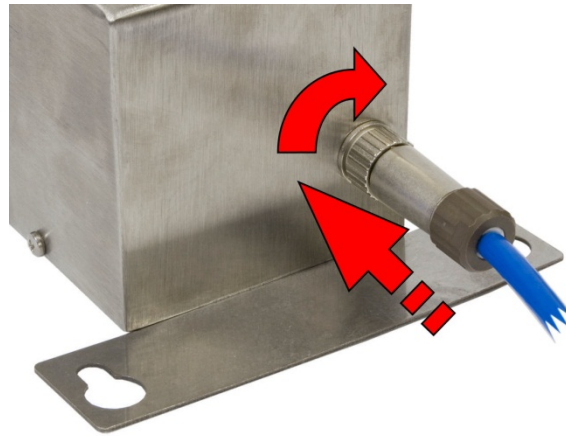

Abbildung 3-6: Anschließens am Akkupack
- Abbildung 3-6 zeigt den Anschluss für den 64050625-Akku. Das Modell 30538111 ist ähnlich.